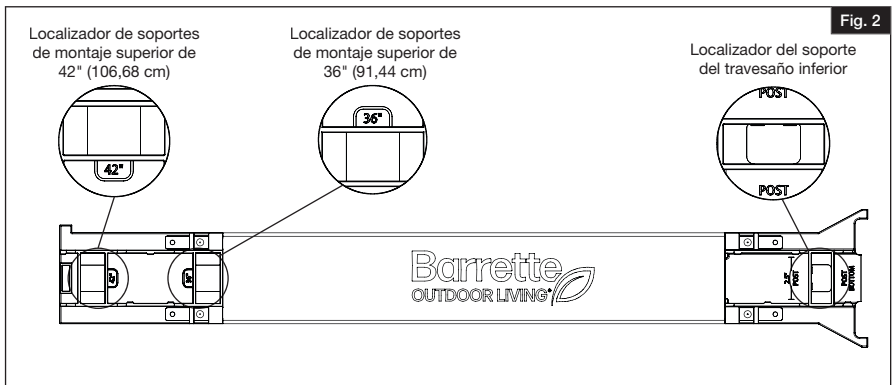

Fig. 2
- This template will locate top and bottom brackets on posts for 36" and 42" tall aluminum railing sections (Fig. 2).
- Ce gabarit permettra de localiser les supports supérieurs et inférieurs sur les poteaux pour les sections de rampe en aluminium de 36 po (91,4 cm) et 42 po (106,7 mm) de hauteur (Fig. 2).
- Esta plantilla ubicará los soportes superior e inferior en los postes para las secciones de barandal de aluminio de 36" (91,44 cm) y 42" (106,68 cm) de altura (Fig. 2).